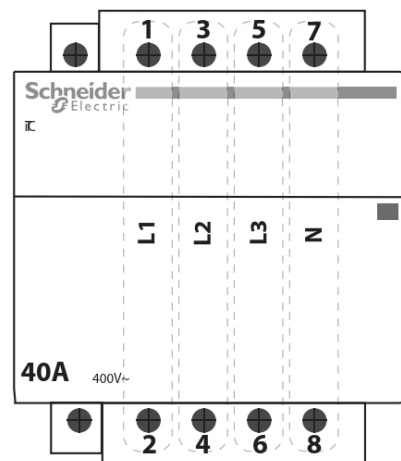
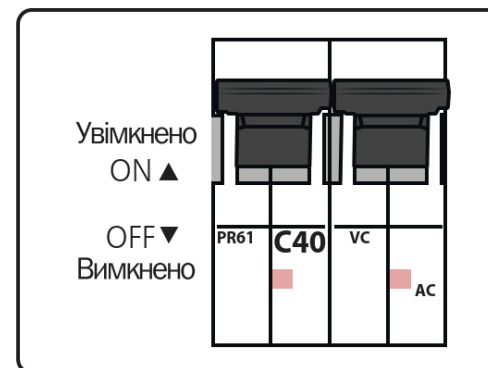

Рис. 2. Контактор магнітний
Рис. 3. Автомат вмикання
- магнітного контактора номінального струму БКФ на фазу (Рис. 2. Контактор магнітний).
⚠ УВАГА! На магнітному контакторі, на лицьовій стороні (Рис. 2), повинно бути вказано значення струму, аналогічне тому, що на автоматі включення (Рис. 3). Значення струму на магнітному контакторі може відрізнятися в більшу сторону (Контактор на 63А, а стабілізатор на 50А), але **НІКОЛИ НАВПАКИ!** Це може призвести до несправності БКФ чи його виходу з ладу.